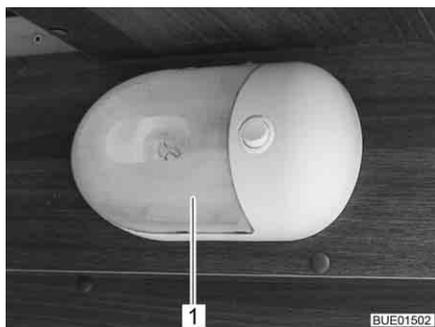

Fig. 272 Iluminação da garagem
- Comprima cuidadosamente a cobertura transparente (Fig. 272,1) de ambos os lados, puxe-a ligeiramente do interruptor e retire-a para a frente.